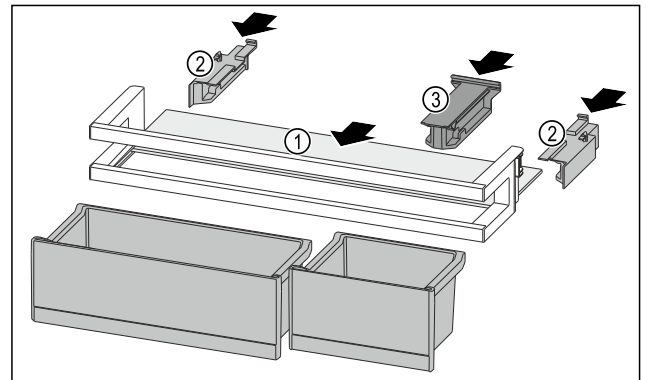

Fig. 91
- ▶ Zasuňte odkladaciu plochu Fig. 91 (1) do bočných vybrání.
- ▶ Vložte bočnice Fig. 91 (2).
- ▶ Vložte prídržný diel Fig. 91 (3).